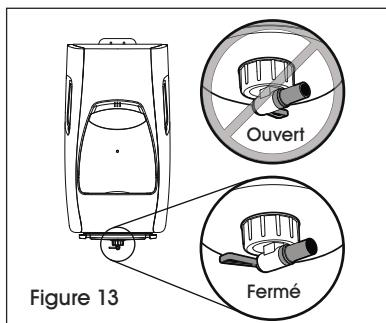

Figure 13
- Assurez-vous que le bec d'écoulement est en position fermée (à gauche). (Voir Figure 13)